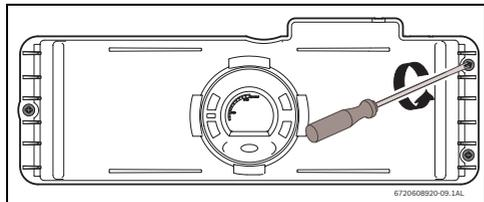
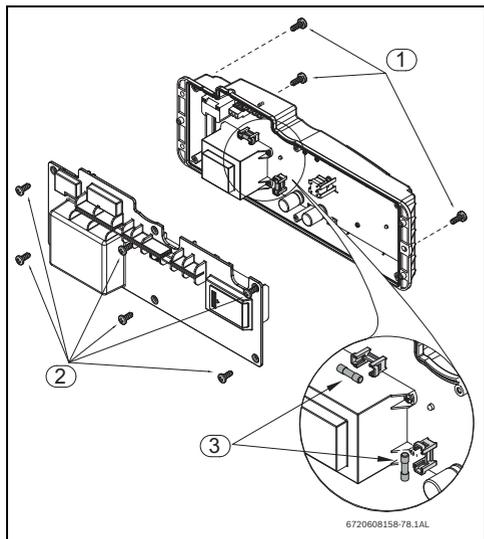

Рис. 48
Рис. 49 Положение предохранителей
- ▶ отпустите три винта на блоке управления (рис. 48 и Рис. 49 , поз. 2).
- ▶ Отпустите шесть винтов на задней крышке блока управления, см. Рис. 49 , поз.2.